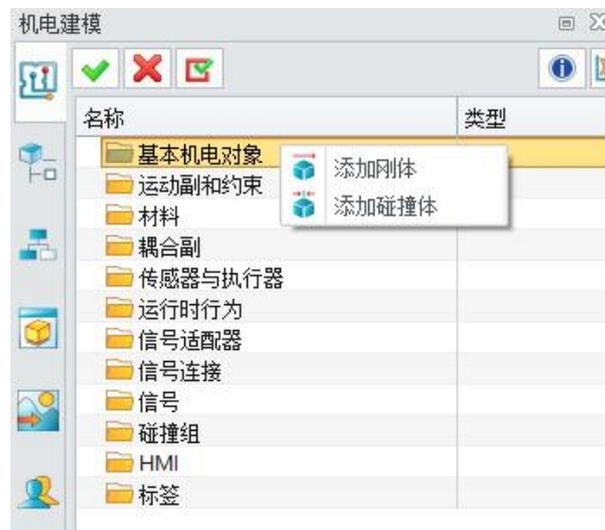

图 7-6: 添加刚体
- 在“基本机电对象”面板中右键单击，然后选择“添加刚体”以打开“添加刚体”窗口。(图 7-6)